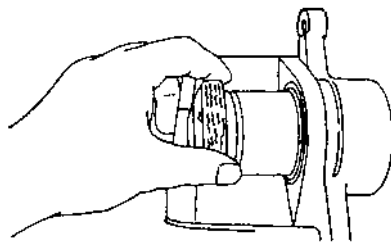

Рис. 7.39.
- смазать поршень тормозной жидкостью и вставить его в цилиндр, не утапливая до упора (рис. 7.39);